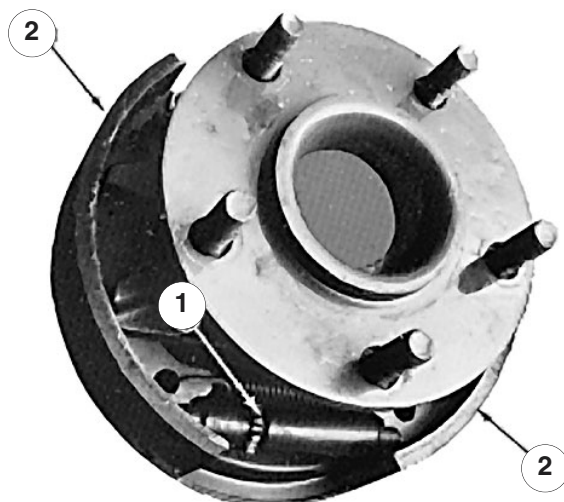

Figure 46
6. A l'aide d'un outil spécial de réglage de frein ou d'un tournevis, tournez l'écrou en étoile (Fig. 45) vers le bas jusqu'à ce que le tambour de frein (Fig. 46) se verrouille sous l'effet de la pression extérieure des mâchoires de frein (Fig. 46).